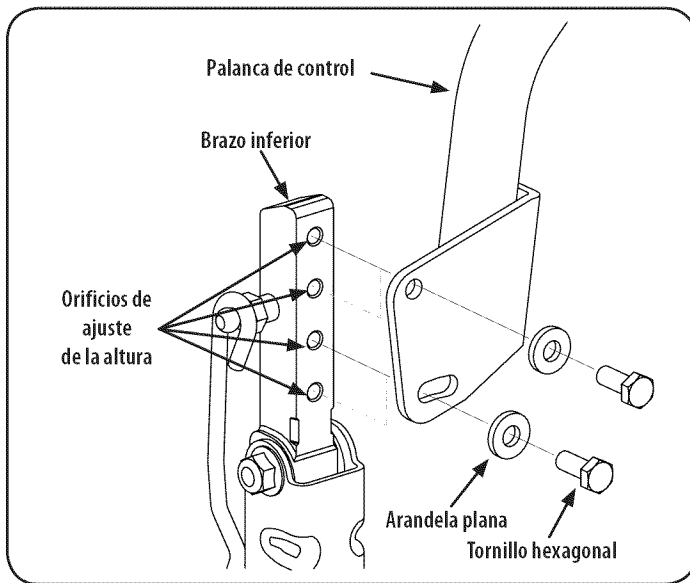

Figura 28
2. Mientras sostiene la palanca de control para evitar que caiga, quite el tornillo hexagonal y la arandela plana de la base de la palanca de control y del brazo inferior. Consulte la Figura 28.
1. Afloje el tornillo hexagonal si aún no lo aflojaron y rote la palanca de control hacia adelante o hacia atrás a la posición deseada. Vea la Figura 28.
5. Tire de los pasadores de liberación de la plataforma hacia afuera y ubique la plataforma según sea necesario para alinear los orificios de los brazos de elevación de la plataforma con los pasadores. Refer to Figura 28.